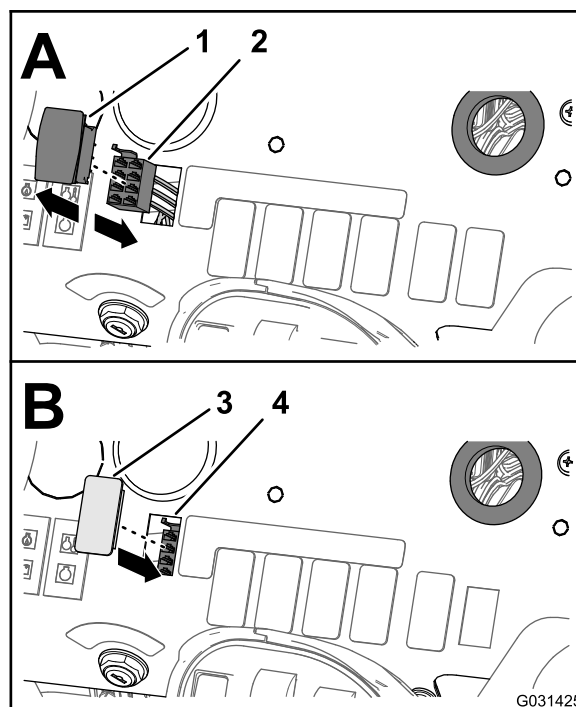

**Figura 59**
6. Retire o fixador de pressão que prende a cablagem traseira (**Figura 59**) aos orifícios no